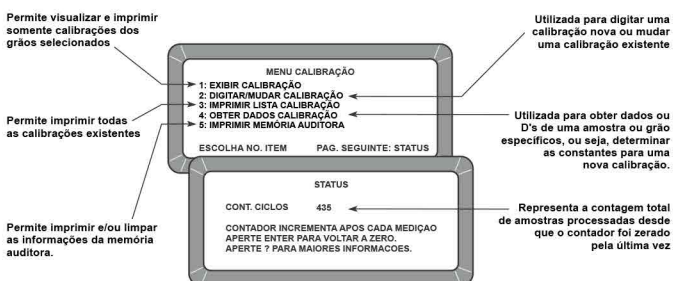

Figura 18. Menu CALIBRAÇÃO - Com página de STATUS
O menu Calibrações permite que o operador ou funcionário autorizado realize os procedimentos de calibração como se seguem: (1) visualizar as constantes de calibração dos grãos selecionados, (2) inserir novas calibrações ou alterar as já existentes, (3) imprimir a lista inteira de calibrações armazenadas (4) obter os dados de calibração necessários para gerar novas calibrações e (5) imprimir dados da memória (MEMÓRIA AUDITORA). Para selecionar uma função, basta teclar o número correspondente (Ver figura 18).